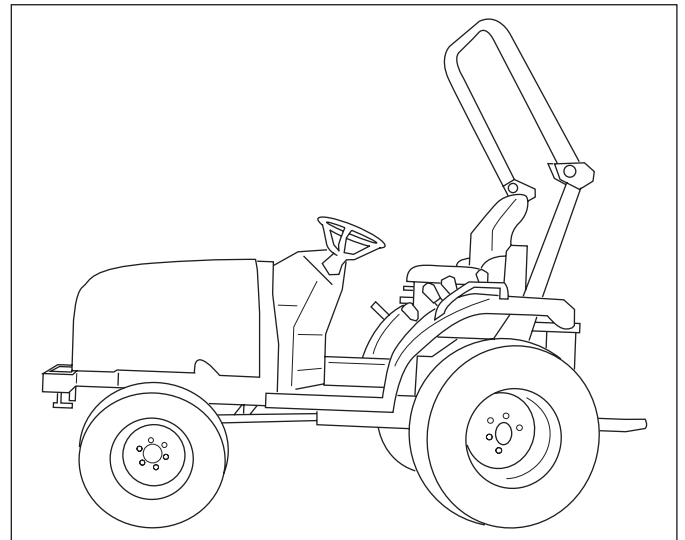

ABB. 77
ABB. 77: Mit dem Hebel für den Allradantrieb (1) wird der Vorderachsantrieb zu- oder abgeschaltet. Zeigt der Hebel nach unten, ist der Vorderachsantrieb zugeschaltet und die Motorleistung wird sowohl auf die Vorder- als auch auf die Hinterachse übertragen (Allradantrieb). Zeigt der Hebel nach oben, ist der Vorderachsantrieb abgeschaltet.